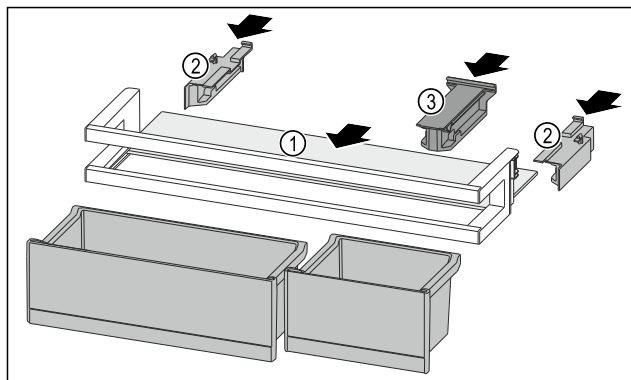

Fig. 134
- Insérer la tablette de rangement Fig. 134 (1) dans les évidements latéraux.
- Installer les parties latérales Fig. 134 (2).
- Installer la pièce de retenue Fig. 134 (3).